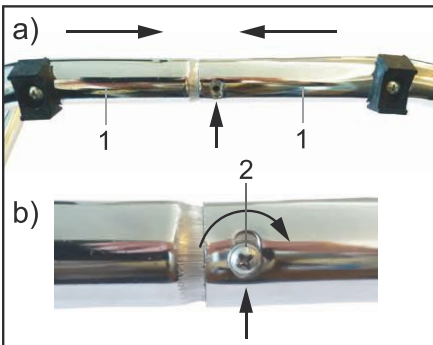

Fig.27: Montaggio sostegno
7. Unire le due metà del sostegno (1) come indicato nella fig. 27 a).
8. Fissarle con la vite a croce con testa bombata (2). Si veda fig. 27 b).